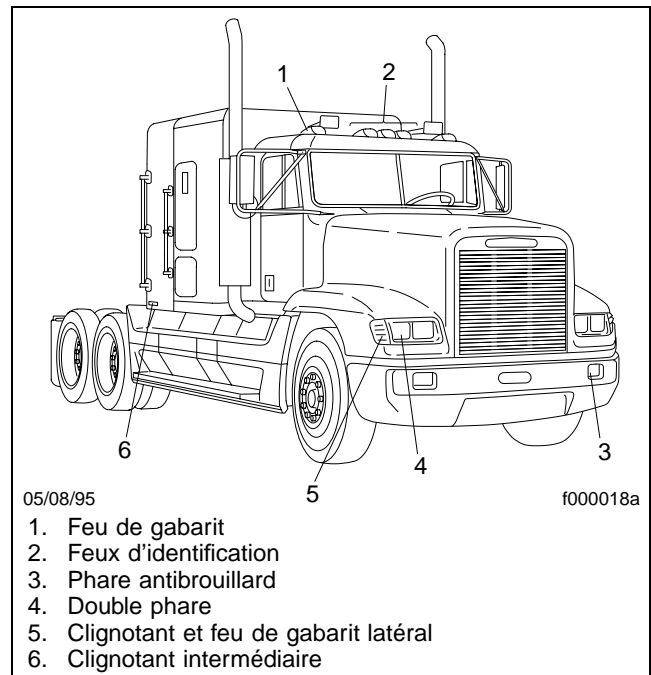

Fig. 11.13, Feux extérieurs
28. Assurez-vous que les feux de frein, les feux arrière, les feux de gabarit, les phares antibrouillard (le cas échéant), les phares, les clignotants, les phares de jour et les feux d'identification sont tous en bon état et propres. Consultez la **Fig. 11.13**. Vérifiez les pleins phares et les phares de croisement. Remplacez les ampoules ou les phares eux-mêmes qui sont grillés.